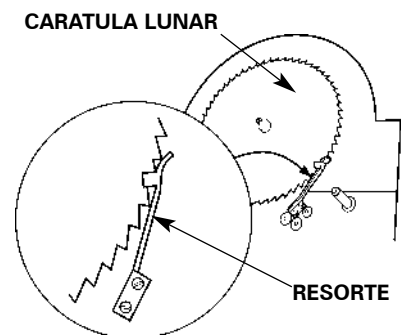

FIGURA 22
6. ¿El muelle de trinquete en la parte posterior del cuadrante está en la posición correcta? (Figura 22)
Si aun no puede girar la esfera lunar, el mecanismo de trinquete puede estar desalineado. No todas las esferas lunares funcionan por un mecanismo de trinquete, pero puede identificar rápidamente si su reloj lo tiene. Puede ubicar el mecanismo de trinquete en la parte posterior del cuadrante del reloj al revisar los paneles de acceso lateral, puertas laterales o a través del panel de acceso posterior que puede ser retirado. (Vea la figura 22). Con un dedo aplique tracción al trinquete alejándolo aproximadamente 1/2" del disco dentado y luego libérela. El trinquete y el disco deben engranarse con alineación apropiada. Si el trinquete está en su ubicación adecuada y siente que aun persiste la resistencia al avance de la esfera lunar **NO LO FUERCE**.